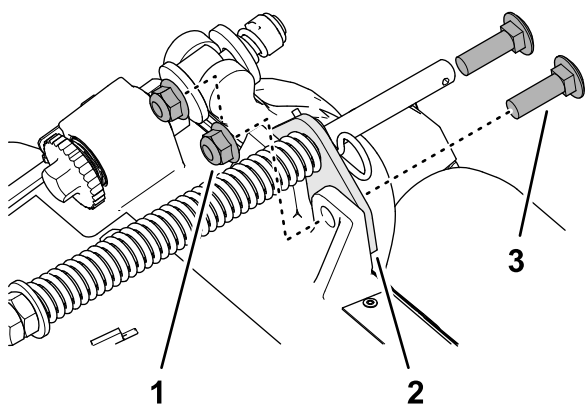

Figure 14
2. Retirez les 2 contre-écrous à embase ($\frac{3}{8}$ po) et 2 boulons de carrosserie ($\frac{3}{8}$ x $1\frac{1}{4}$ po) qui fixent le support du compensateur au cadre de l'unité de coupe (Figure 14).